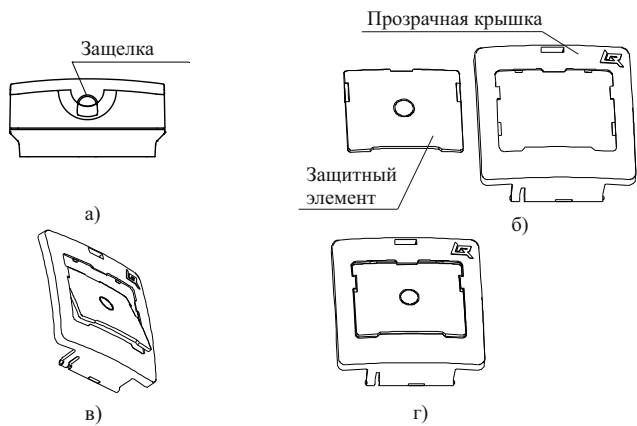

Рисунок 4
- 6.13 Для установки защитного элемента необходимо открыть прозрачную крышку, поддев защелку в верхней части корпуса острым предметом (рисунок 4, а). Прозрачная крышка показана отдельно от корпуса (снимать крышку с корпуса УДП не следует). Защитный элемент в положении, показанном на рисунке 4, б, ввести верхней кромкой в середину выреза прозрачной крышки (рисунок 4, в) и, повернув, совмещая плоскости, защелкнуть нажатием на кромки защитного элемента (рисунок 4, г). Закрыть прозрачную крышку.